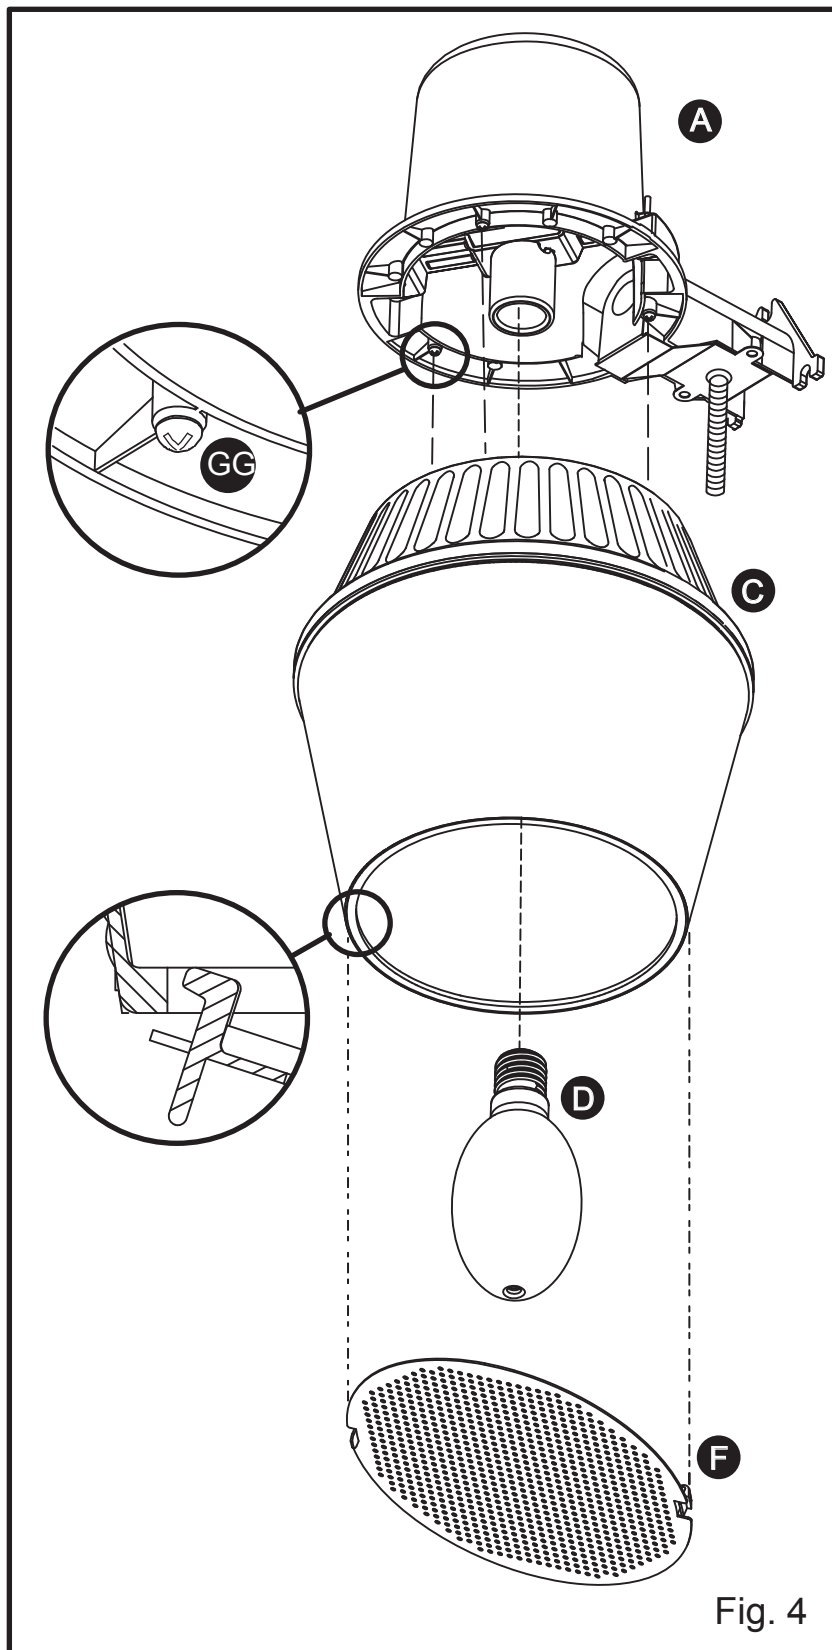

Fig. 4
Instale el ensamble de lente (C) con tres tornillos (GG) fijo a la lámpara (consulte la Fig. 4).
Instale la pantalla protectora (F). Enganche la ranura en (C), levante y encájela en su sitio (consulte la Fig. 4).